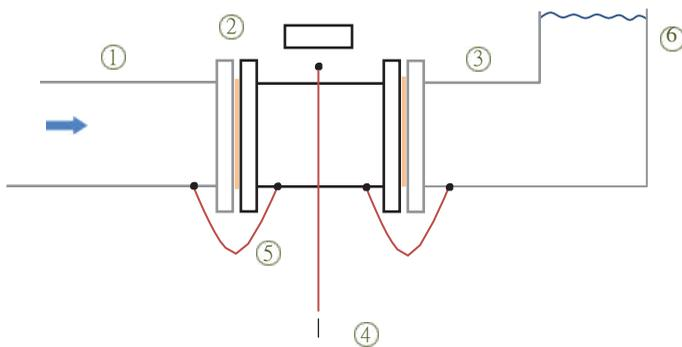

Рис. 2.14
Существует несколько общих рекомендаций по установке для всех типов расходомеров. Прямая цельная труба (1) перед расходомером исправна (рис. 2.14). Также после счетчика (3) не следует устанавливать компоненты слишком близко. Фланцевое соединение (2) должно быть свободным от механических усилий, фланцы должны быть параллельными, а прокладка между ними должна иметь правильный размер (избегайте любой части, выступающей в поток). Трубопровод должен быть построен так, чтобы расходомер всегда был полон. Всегда старайтесь избегать газа в расходомере жидкости и жидкости в расходомере газа. Если предполагается, что измеритель измеряет порциями, то должен быть установлен "предел разделения" (6), чтобы уровень (и объем) в трубе всегда был одинаковым от порции к порции. Наконец, поскольку фланец и прокладка не всегда проводят электричество, убедитесь, что трубы и расходомер электрически соединены (5) и при необходимости заземлены/подключены к защитному заземлению (4). Если труба уже подключена к земле, как это обычно бывает, то отдельный кабель, разумеется, не требуется.